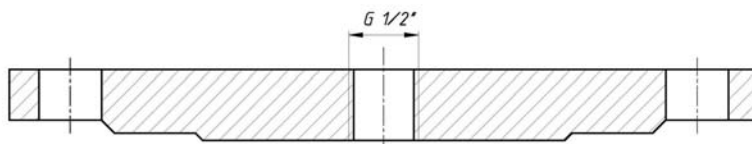

Рисунок 6 - Крышка фланца с резьбой G 1/2".
- нарежьте в крышке фланца резьбу G 1/2" (рис. 6).